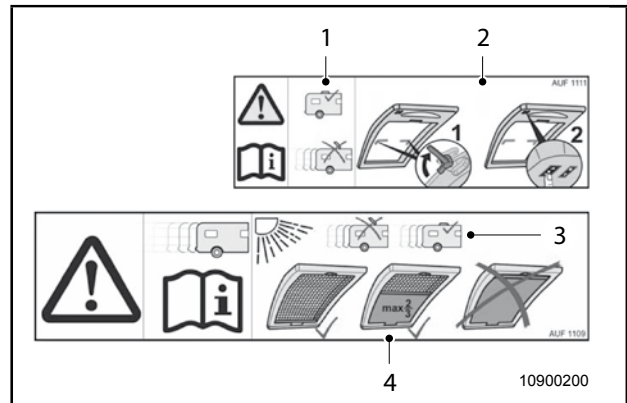

Abb. 8 Warnhinweise Innenrahmen
- 1 Dachfenster vor Fahrtantritt schließen! (Abb. 8, Pos. 1)
- 2 Vor dem Öffnen des Dachfensters über den Wipptaster, die beiden Verschlussriegel öffnen! (Abb. 8, Pos. 2)
- 3 Dachfenster vor Fahrtantritt schließen! (Abb. 8, Pos. 3)
- 4 Verdunkelungsrollo tagsüber max. 2/3 schließen (Gefahr von Hitzestau)! (Abb. 8, Pos. 4)